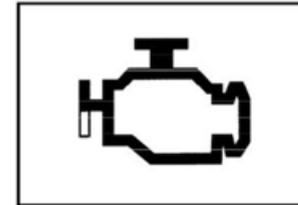

Figura 3.1.1.8
9) Indicador de alarma de temperatura del agua (ver Figura 3.1.1.9)